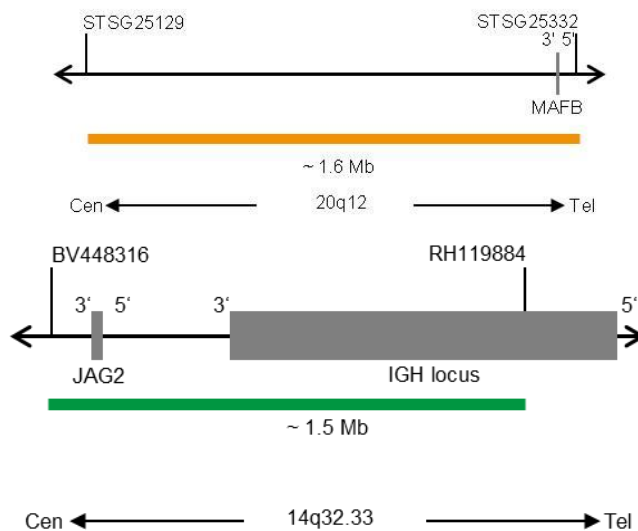

Abb. 1: Oben: SPEC MAFB Sondenlokalisation; Unten: SPEC IGH Sondenlokalisation (nicht maßstabsgetreu)
- ZyOrange (Anregung 547 nm/Emission 572 nm) markierten Polynukleotiden (~6 ng/μl), die gegen Sequenzen in 20q12* (chr20:37,782,012-39,385,613) gerichtet sind, welche die MAFB-Genregion enthalten (siehe Abb. 1).
- ZyGreen (Anregung 503 nm/Emission 528 nm) markierten Polynukleotiden (~12,0 ng/μl), die gegen Sequenzen in 14q32.33* (chr14:105,462,169-106,995,000) gerichtet sind, welche den IGH-Locus enthalten (siehe Abb. 1).